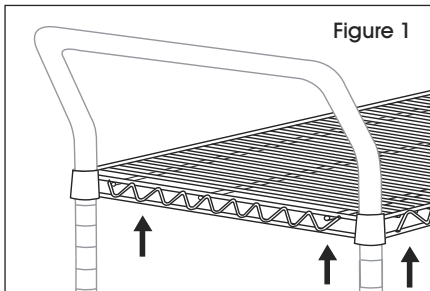

Figure 1
1. Slide top shelf up the posts one end at a time, handles facing out. (See Figure 1)
1. Faites glisser la tablette supérieure vers le haut sur les montants, une extrémité à la fois, les poignées vers l'extérieur. (Voir Figure 1)